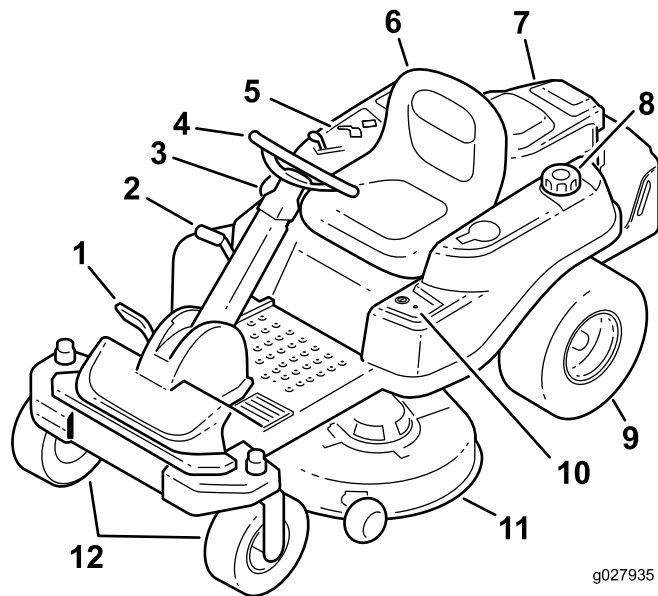
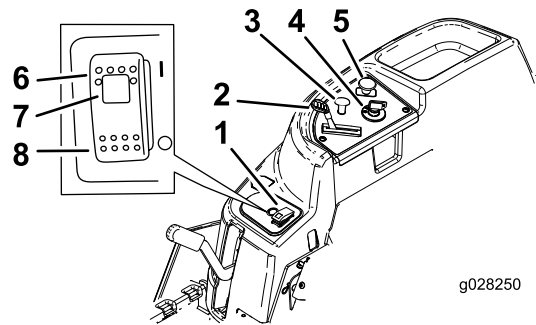

Figure 5
Figure 6
Avant de mettre le moteur en marche et d'utiliser la machine, familiarisez-vous avec toutes les commandes ; voir Figure 5 et Figure 6.
Utilisez le starter pour démarrer quand le moteur est froid. Tirez sur le bouton de starter pour l'engager. Tirez sur le bouton de starter pour le désengager (Figure 6).
L'accélérateur commande le régime moteur et peut se régler à l'infini entre BAS RÉGIME et HAUT RÉGIME (Figure 6).
La commande des lames (PDF) engage et désengage les lames du plateau de coupe (Figure 6).
Le levier de sélection de hauteur de coupe permet d'abaisser et d'élever le plateau de coupe sans quitter le siège. Le plateau de coupe s'élève quand vous tirez le levier vers vous et s'abaisse quand vous le poussez vers le bas. Arrêtez toujours la machine avant de modifier la hauteur de coupe (Figure 5).
- En poussant la commande Smart Park™ à la position ACTIVÉE (Figure 6).